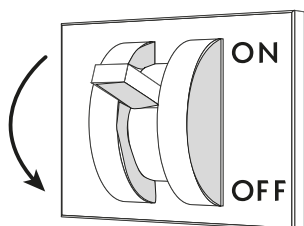

Fig. 52
- Retirar a tensão elétrica ao balcão através do interruptor seccionador geral colocado na parede ("Fig. 52").